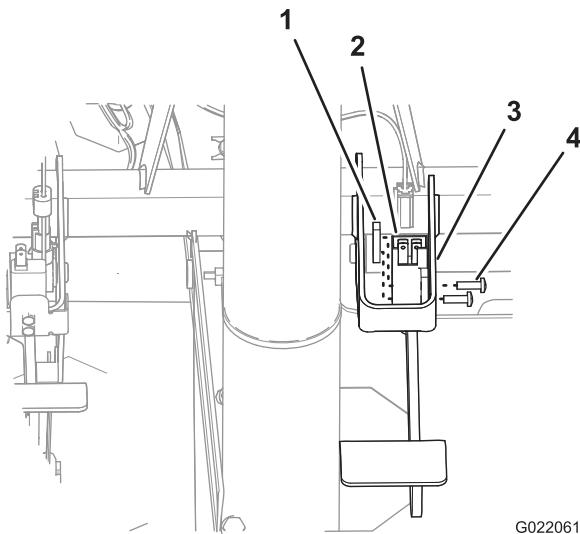

Figura 6
- Alinee el **interruptor de freno de 4 pines** nuevo con el **soporte del pedal de freno** con los pines del interruptor orientados hacia arriba, hacia el volante (Figura 6).
- Alinee los taladros del interruptor de freno de 4 pines con los taladros del soporte (Figura 6).
- Sujete el interruptor al soporte con los 2 tornillos y la otra placa roscada (Figura 6).